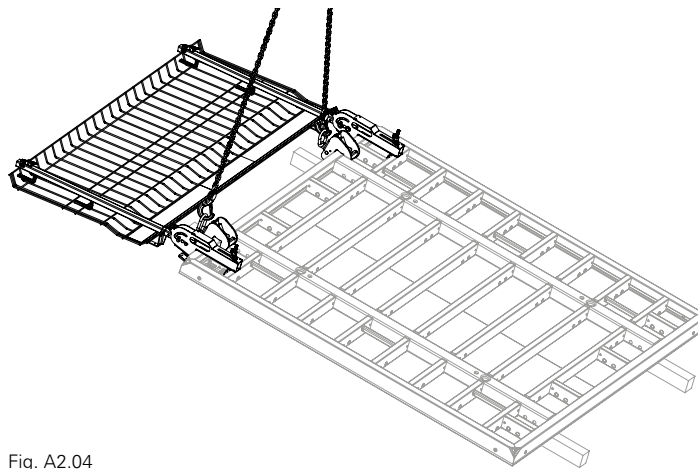

Fig. A2.04
1. Poser le garde-corps face coffrante sur l'élément couché, voir le chapitre A7. (Fig. A2.04)
2. Placer le crochet de déplacement MAXIMO 1,5 t. (Fig. A2.04)